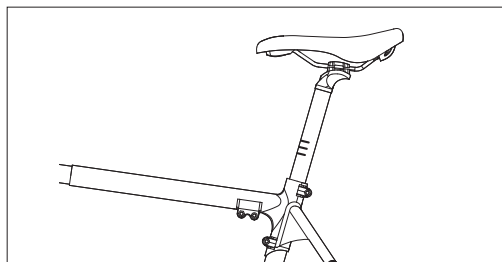

Figura 3-2
- Ajuste a altura do selim à sua altura adequada. Não ultrapasse o limite máximo de altura do selim, conforme mostrado na [Figura 3-2]. Em seguida, aperte os parafusos [F] e [J].